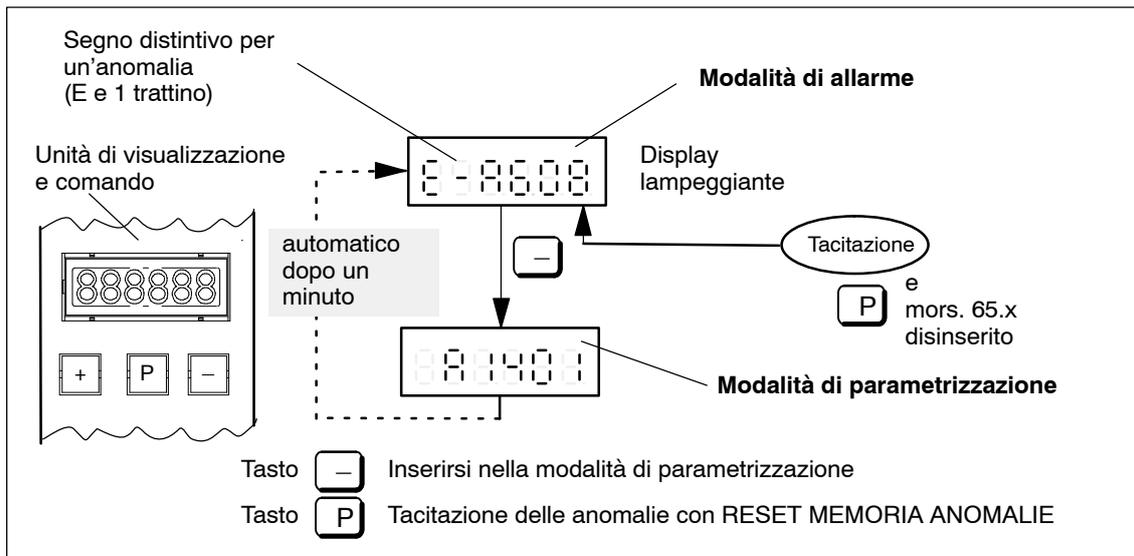

Fig. 7-1 Come comandare se è presente un'anomalia
1. Il display ha questo aspetto quando si è verificata una anomalia (vedere la fig. 7-1).